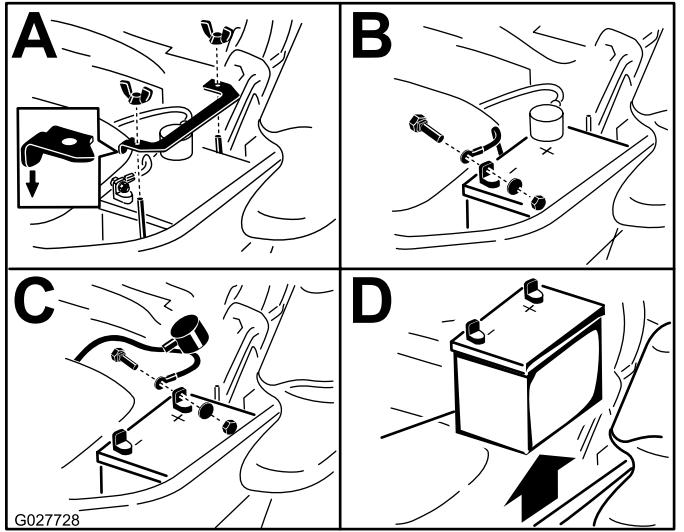

Figure 66
- Retirez la batterie, comme montré à la Figure 66.
**Remarque:** Placez la batterie dans son support en tournant les bornes à l'opposé du réservoir hydraulique (Figure 66).